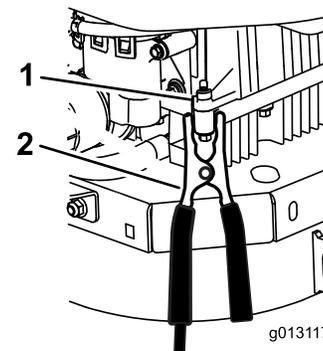

Figura 66
6. Haga la conexión final al bloque motor del vehículo que no arranca (no al borne negativo de la batería) en un punto alejado de la batería, y apártese (Figura 66).